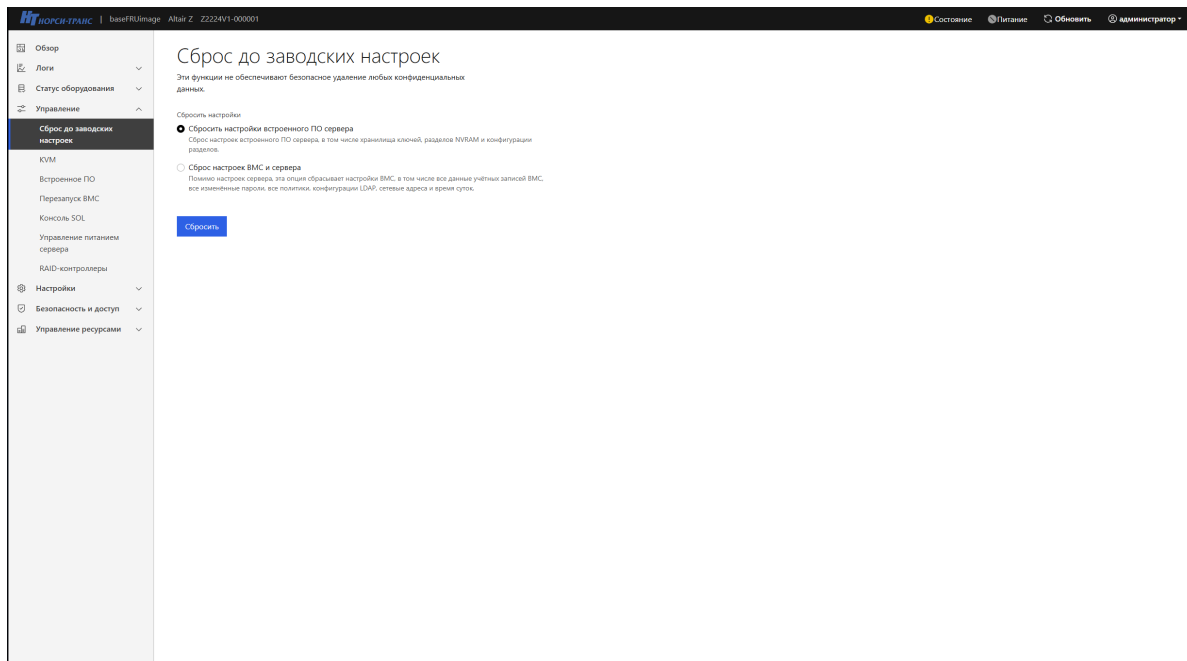

Рис. 48. Окно «Сброс до заводских настроек»
- 2) Пройдите во вкладку «Управление» → «Сброс до заводских настроек» в данной вкладке осуществляется сброс настроек системы до заводского состояния. В поле «Сбросить настройки» выберите сброс тех настроек которые вы хотите произвести (сброс настроек встроенного ПО системы либо сброс настроек BMC и системы) и нажмите кнопку «Сбросить». Окно показано на рис. 48 Окно «Сброс до заводских настроек»